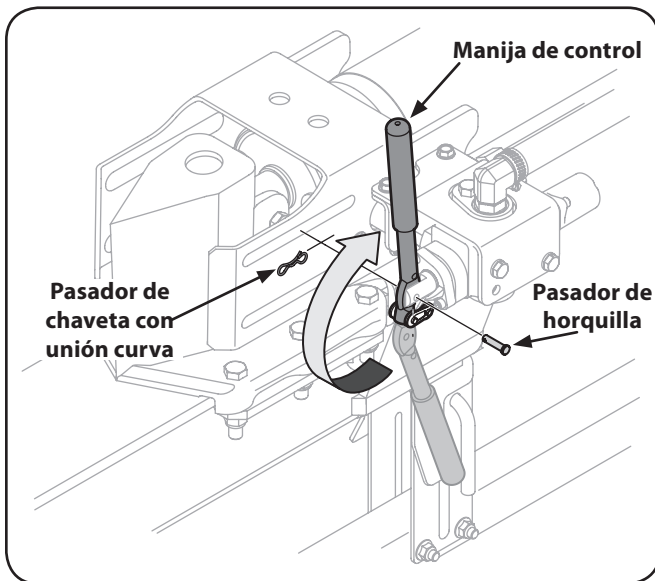

Figura 3-8
- Extraiga el pasador de horquilla y el pasador de chaveta con unión curva de la manija de control. Consulte la Figura 3-8.
- Rote la manija de control hasta la posición de operación y sujétela con el pasador de horquilla y el pasador de chaveta con unión curva que se extrajo en el paso 1. Consulte la Figura 3-8.